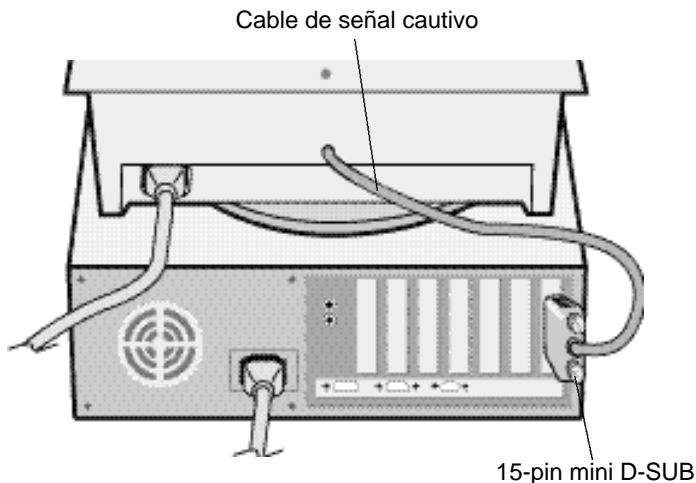

Figura A.1
- 3 **Para el PC:** Conecte el extremos 15-pin mini D-SUB del cable de señal cautivo a la tarjeta gráfica de su sistema (Figura A.1). Apriete los tornillos.